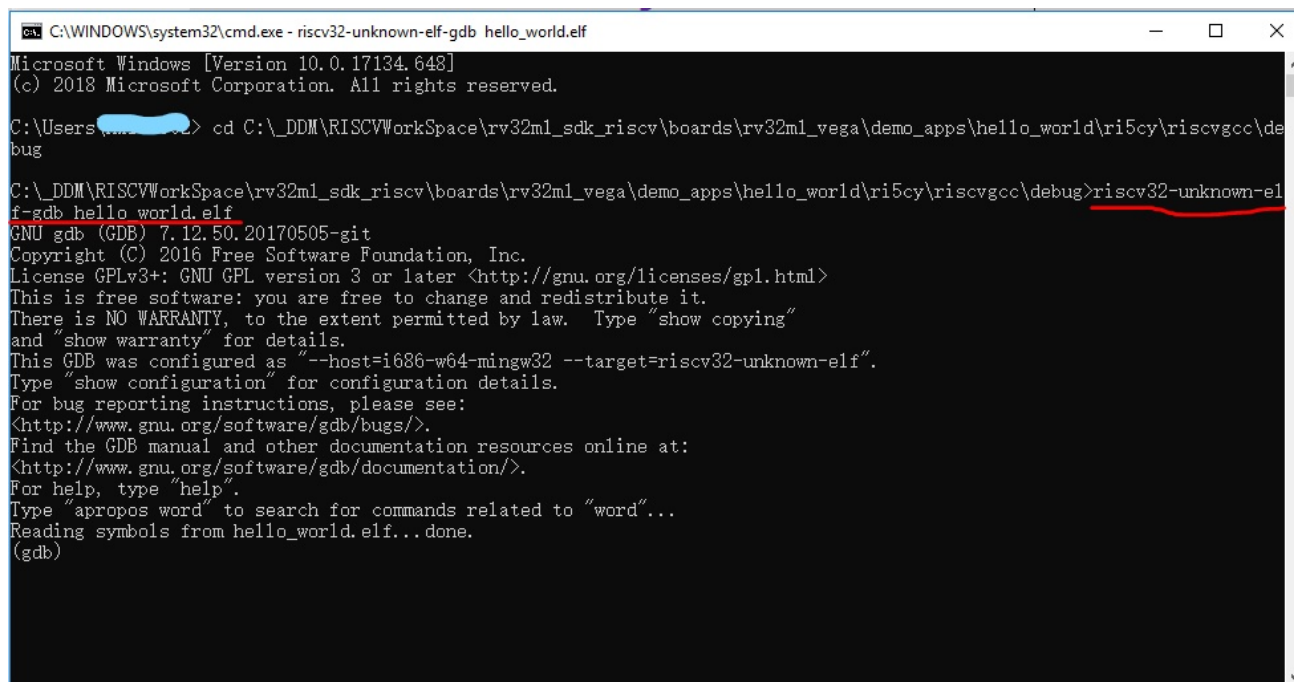

图 15 开启 GDB
5. 输入如下指令来运行 GDB 调试 `hello_world` 程序。如图 15 所示。